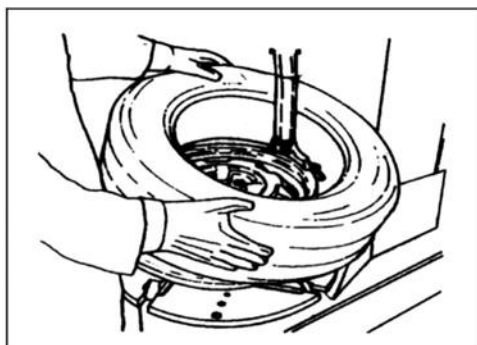

Fig 23
4.1.4. Tag den anden vulst af (fig. 23) . Træd på søjlens vippepedal (fig. 2-10) så søjlen vipper bagud, så dækket kan tages af.